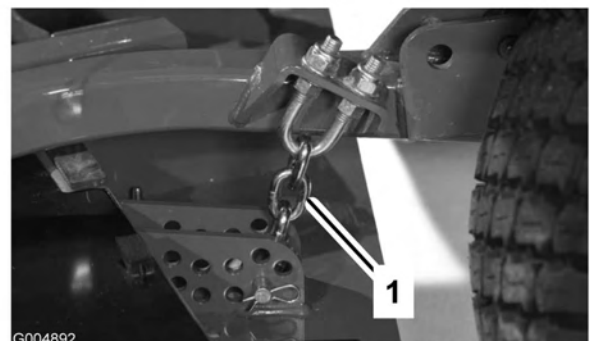

Bild 74
3. Entfernen Sie den Splint und den Lastösenbolzen, mit denen die Schnitthöhenkette an der Rückseite des Mähwerks befestigt ist (Bild 74).